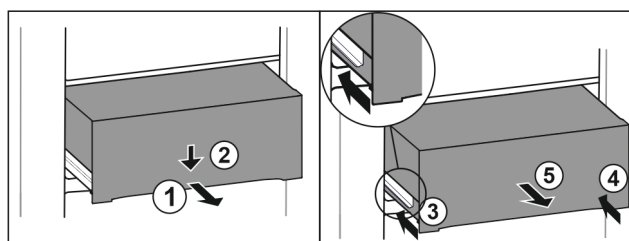

Fig. 185
- Schubfach halb herausziehen. Fig. 185 (1)
- Schubfach an der Vorderseite nach unten drücken. Fig. 185 (2)
- Linke Schiene etwa 2 cm einschieben. Fig. 185 (3)
- Rechte Schiene etwa 2 cm einschieben. Fig. 185 (4)
- Schubfach nach vorne entnehmen. Fig. 185 (5)